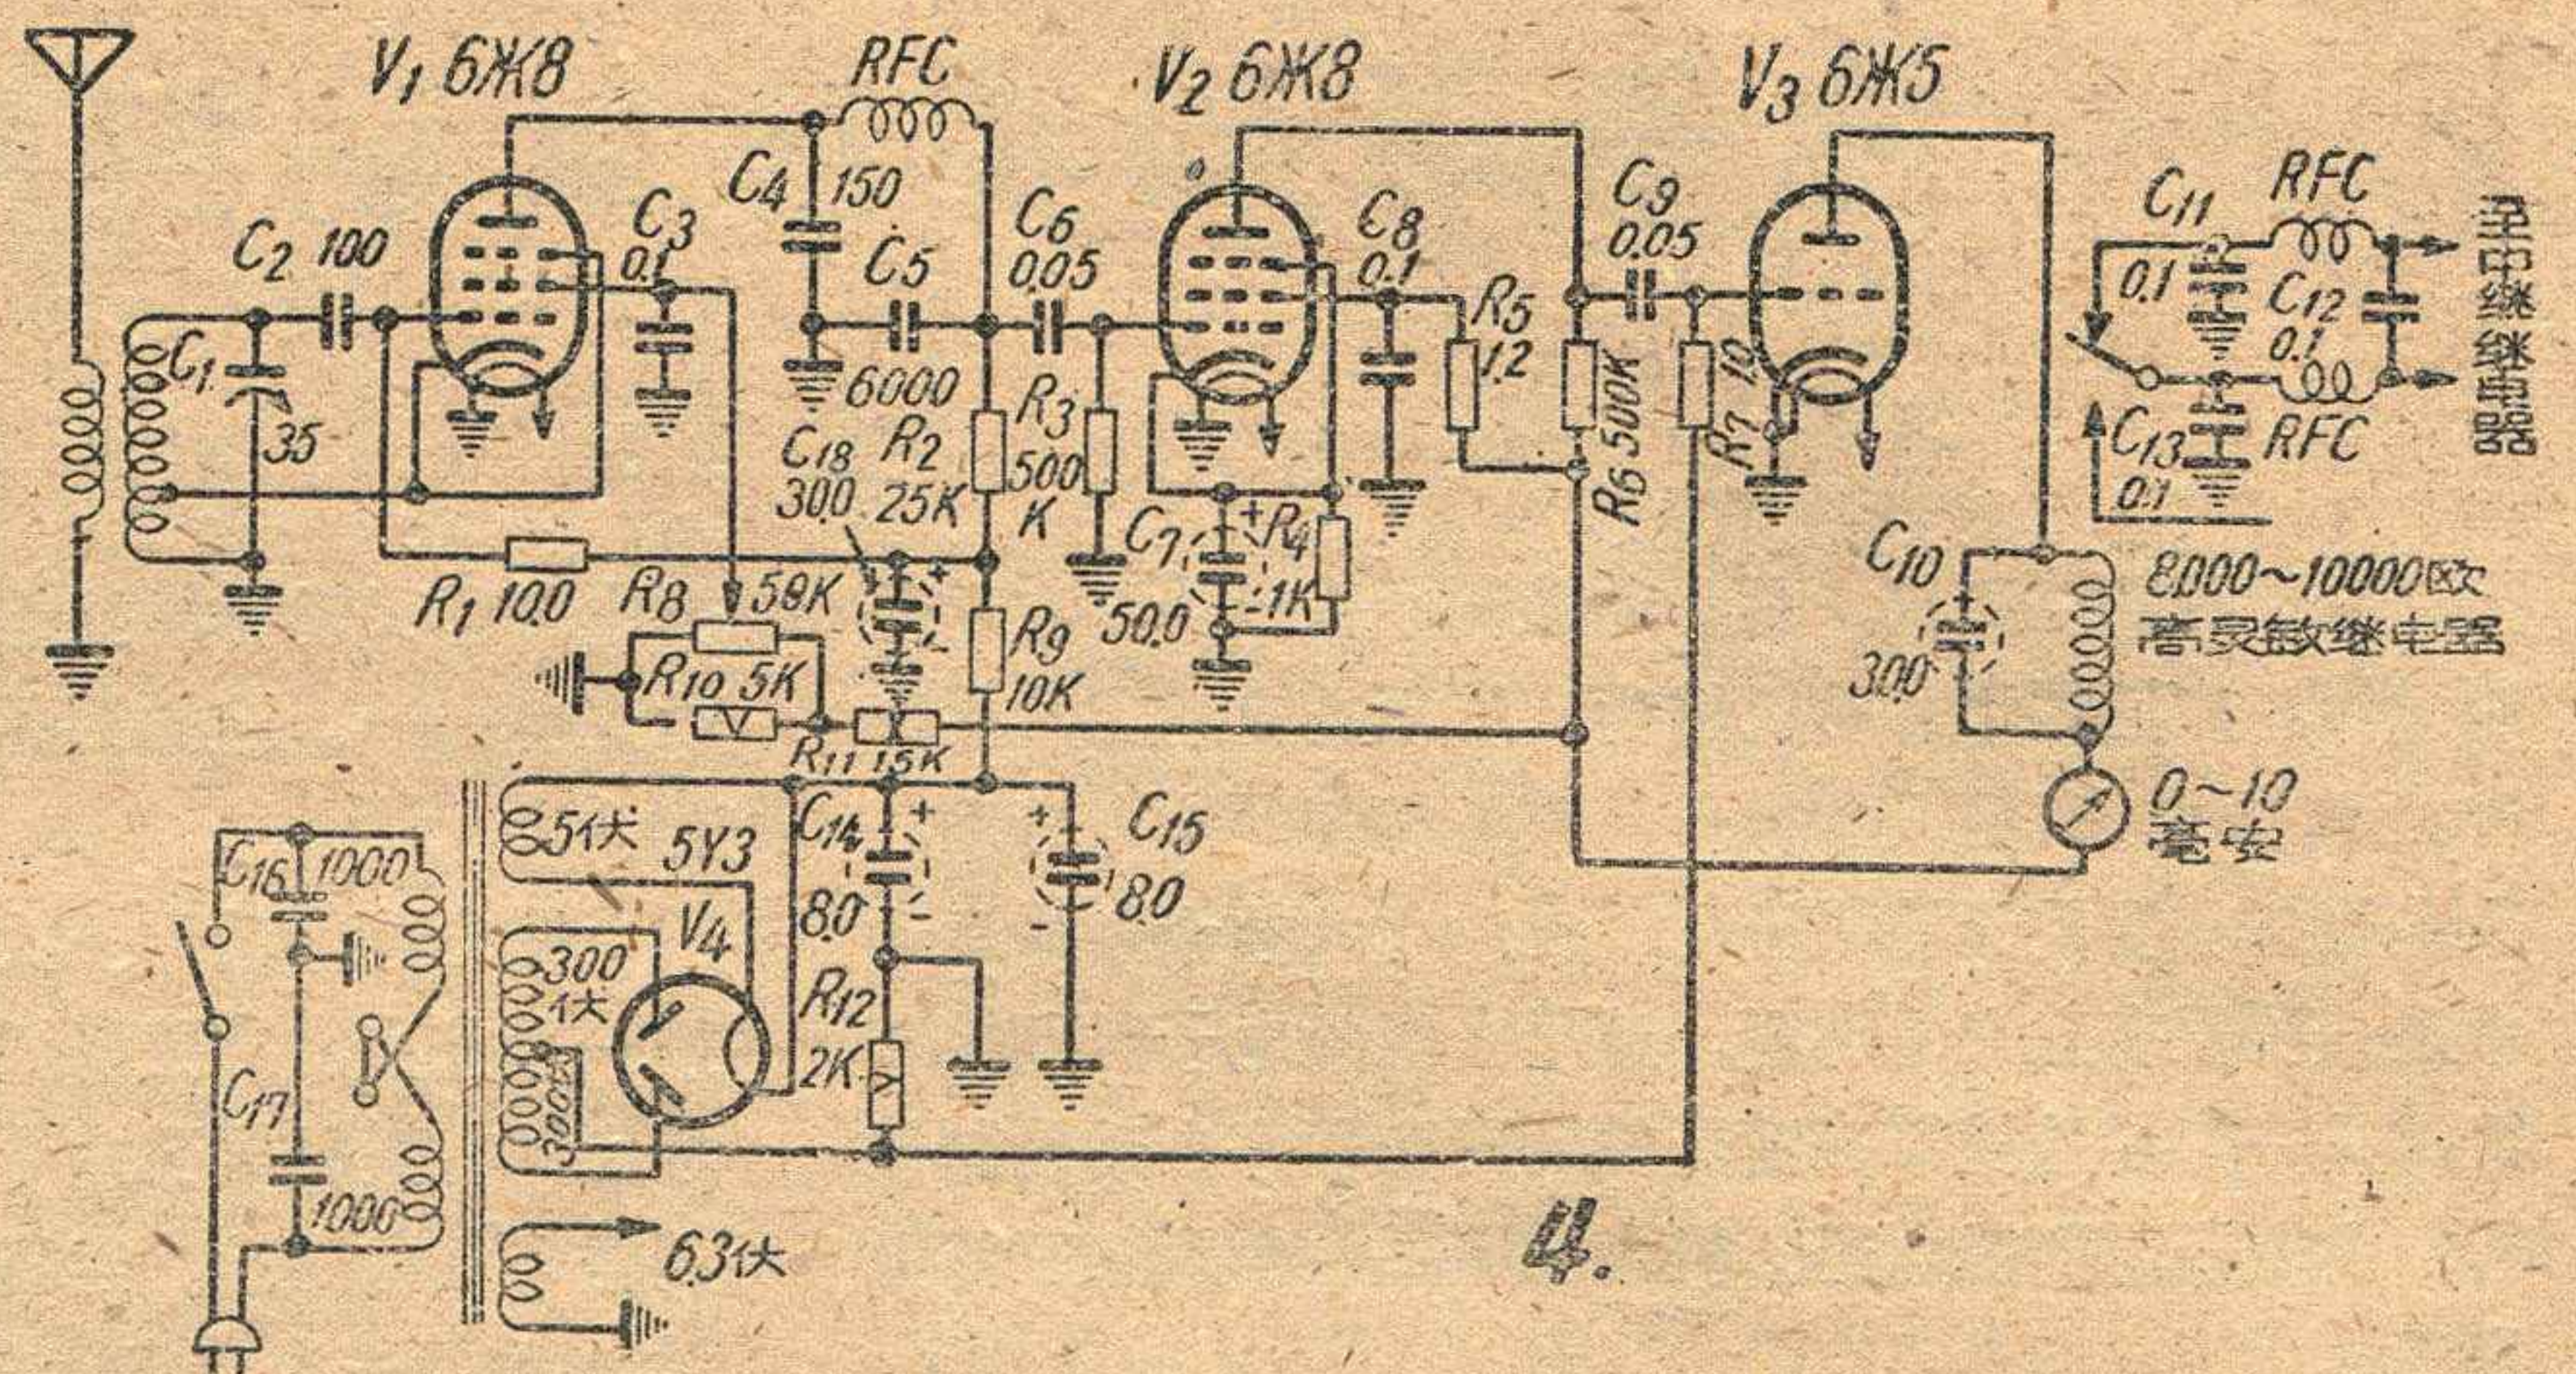

图4 收音机线路
线路见图4，用6X8（或
4. 在玻璃管的另一端装入二氧化锰（图4），装满为止，装时可用铜丝向里轻推。